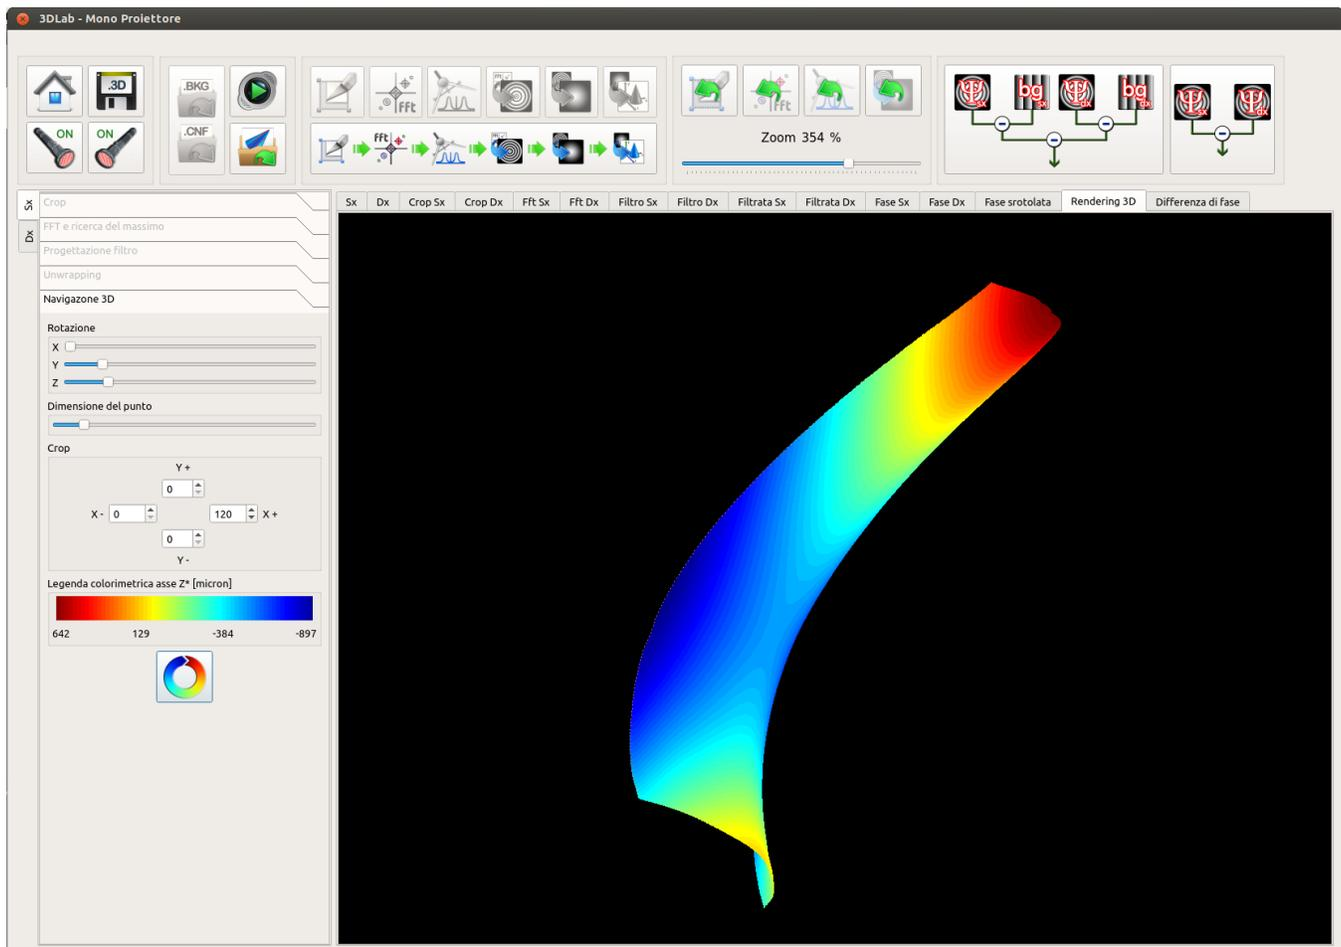

Figura 4.10: Pannello di “Ricostruzione 3D mono proiettore” con la tab Navigazione 3D attiva (il benchmark ricostruito è un calzascarpe).
- Il pulsante di refresh della scala colorimetrica. Il suo uso è consigliato nel caso, a seguito di un crop venga persa una gamma cromatica della scala colorimetrica (ad esempio, quella del rosso intenso come nel caso prima e dopo il crop nella figura 4.11) in tal caso, la sua azione riottimizza la visualizzazione riexpandendo la dinamica all'intero range: vedasi figura 4.10 rispetto alla figura 4.11 (destra).
Un esempio di questo tab è stato proposto nella figura 4.10.